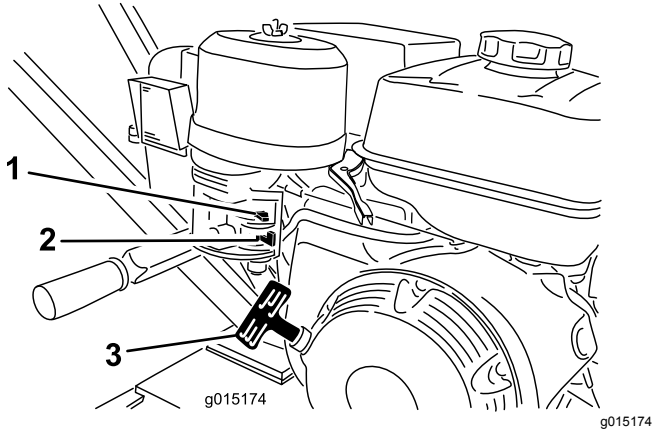

Bild 9
1. Stellen Sie den Kraftstoffhahn in die GEÖFFNETE Stellung ganz nach rechts (Bild 9).
2. Stellen Sie den Chokehebel in die EIN-Stellung (Bild 9).
5. Ziehen Sie leicht am Rücklaufstartergriff, bis Sie einen Widerstand spüren. Ziehen Sie ihn dann kräftig durch (Bild 9). Lassen Sie den Rücklaufstarter vorsichtig zurückgehen.